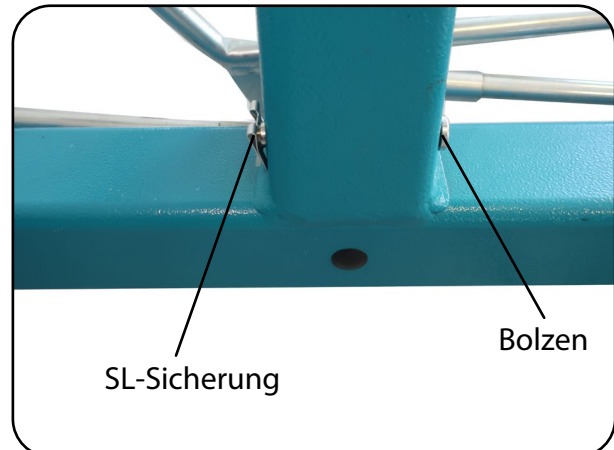
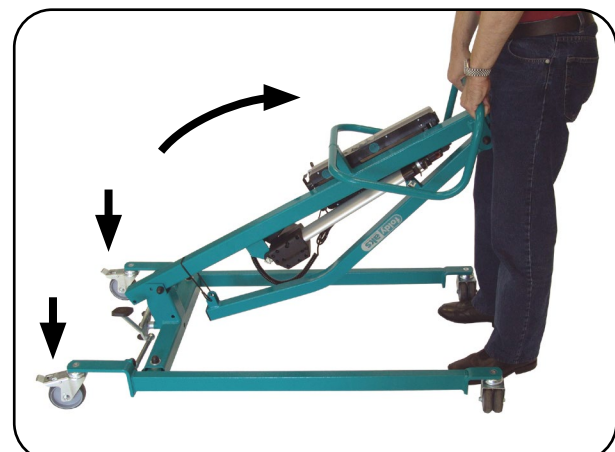

Abb.13.2.02 – Standmastaufnahme
Abb.13.2.03 – Standmast zusammenklappen
1. Bremsen Sie die beiden hinteren Laufrollen an der Bedienerseite, durch Betätigung des Tritthebels (Abb. 13.2.03); siehe Kapitel Bedienung Abschnitt **Laufrollen**.
3. Schwenken Sie zuerst den Hubantrieb und anschließend den Hebearm zum Standmast. Fixieren Sie den Hubantrieb und den Hebearm mit Kabelbinder oder Klettband am Standmast (Abb. 13.2.03).
4. Entfernen Sie an der Standmastaufnahme die SL-Sicherung mit dem Bolzen und klappen Sie den Standmast langsam und kontrolliert nach vorne (Abb. 13.2.02 und Abb. 13.2.03).